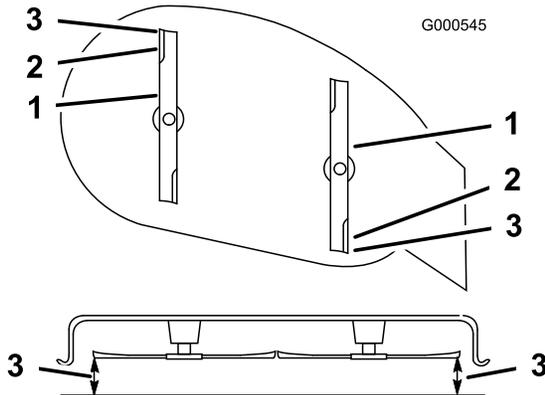

Bild 44
5. Stellen Sie die Schnitthöhe auf die Stellung **D** (76 mm) und drehen Sie die Messer vorsichtig, sodass sie nach vorne und hinten zeigen (Bild 44).
- Messen Sie zwischen der Messerspitze vorne und hinten und der ebenen Fläche (Bild 44). Stellen Sie die vordere Sicherungsmutter ein, wenn die vordere Schnittemesserspitze nicht um 1,6–7,9 mm tiefer liegt als die hintere.
- Prüfen Sie noch einmal die Neigung in Längsrichtung. Stellen Sie die Mutter ein, bis die vordere Schnittemesserspitze um 1,6–7,9 mm tiefer liegt als die hintere Spitze (Bild 44).